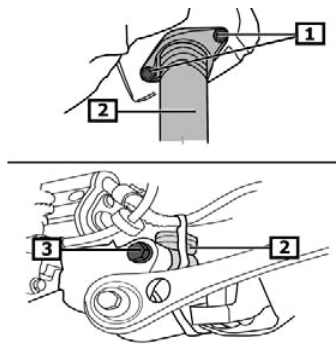
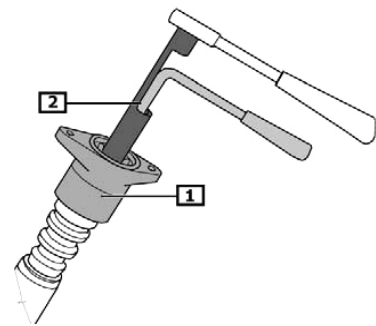

Fig. 8:
Fig. 9:
- Fig. 8 Untere Stoßdämpferbefestigung (3) abschrauben.
- Obere Stoßdämpferbefestigung (1) abschrauben und Stoßdämpfer entnehmen.
- Fig. 9 Kolbenstangenmutter mit Spezialwerkzeug (2) abschrauben.
- Fig. 8 Unscrew lower shock absorber attachment (3).
- Unscrew upper shock absorber attachment (1) and remove shock absorber.
- Fig. 9 Use special tool (2) to unscrew piston rod nut.
- Fig. 8 Dévisser la fixation inférieure de la jambe de force (3).
- Dévisser la fixation supérieure d'amortisseur (1) et enlever l'amortisseur.
- Fig. 9 Dévisser l'écrou de la tige de piston avec un outil spécial (2).
- Fig. 8 Desatornillar la sujeción inferior del amortiguador (3).
- Desatornillar la sujeción superior del amortiguador (1) y retirar el amortiguador.
- Fig. 9 Desatornillar la tuerca del eje del amortiguador con una herramienta especial (2).